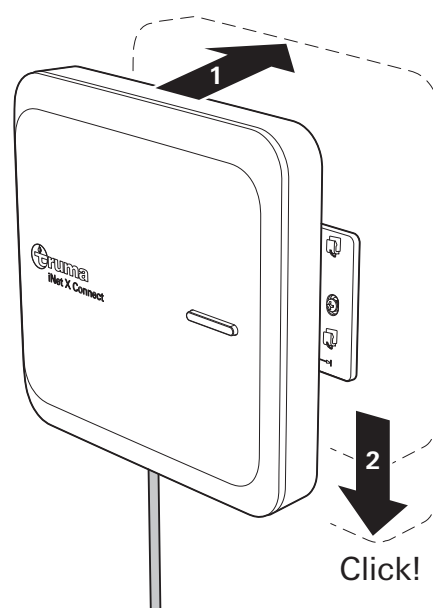

Figura 19
- ❗ In alternativa, il Connect può essere inserito nella piastra di montaggio ruotata di 180° in modo che il raccordo per il connettore del cavo non si trovi in basso (Figura 19), ma in alto.